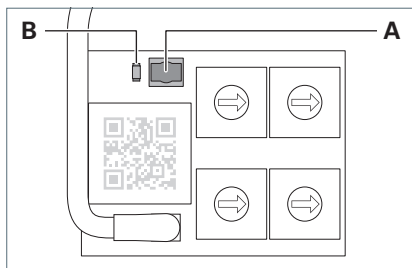

Fig. 13: Tasto e LED.
- Premere il tasto **A** e tenerlo premuto per 10 secondi, vedere Fig. 13.